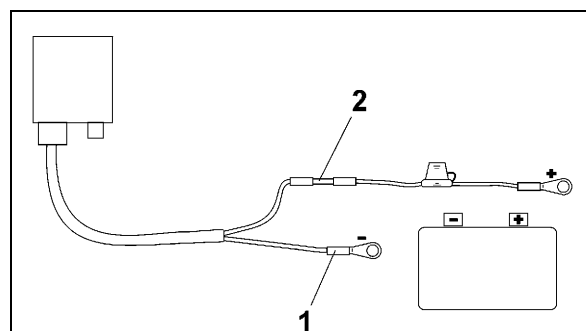

Fig. 4
- Enden af det blå kabel (stelforbindelse) fæstnes i ringbeslaget (Fig. 4/1)
- Det brune kabel (+ 12 Volt) føres ind i spændingsforbindelsens (Fig. 4/2) frie ende.
- Stødspændingsforbindelsen (Fig. 4/2) varmes op (med et fyrtøj eller en varmtluftsføhn), til den skrumper ind og limen strømmer ud.